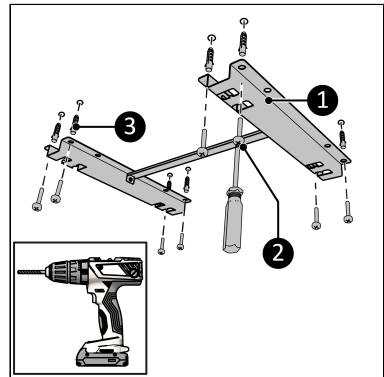

Figure 16.
4. Placez le support contre le plafond et marquez les huit trous (Figure 16).
6. Insérez des chevilles murales (Figure 16, pos. 3).
7. Vissez et serrez le support (Figure 16, pos. 1) au plafond avec huit vis en utilisant un tournevis Phillips (Figure 16, pos. 2).